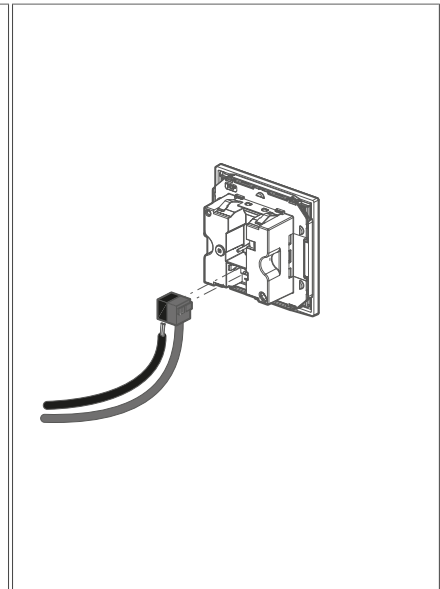

Bild 20: KNX-Busan-
③ KNX-Busanschlussklemme vom Gerät abziehen (siehe Bild 20).
④ Optional: Anschlussklemme des Temperatursensors abziehen.